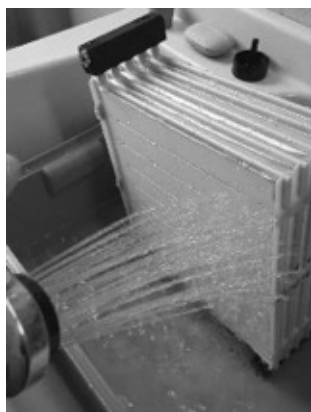

Fig. 26: Éliminer la poussière
7. Vérifiez si la surface de la membrane « A » (voir Fig. 26) de l'insert de l'humidificateur présente des traces de poussière, des décolorations et s'il y a de la saleté et des résidus d'eau dans la gaine.
- Éliminez soigneusement les traces de poussière avec le jet d'eau doux d'une douchette (voir *Fig. 26*). Les éléments internes de l'humidificateur peuvent également être nettoyés de cette façon.